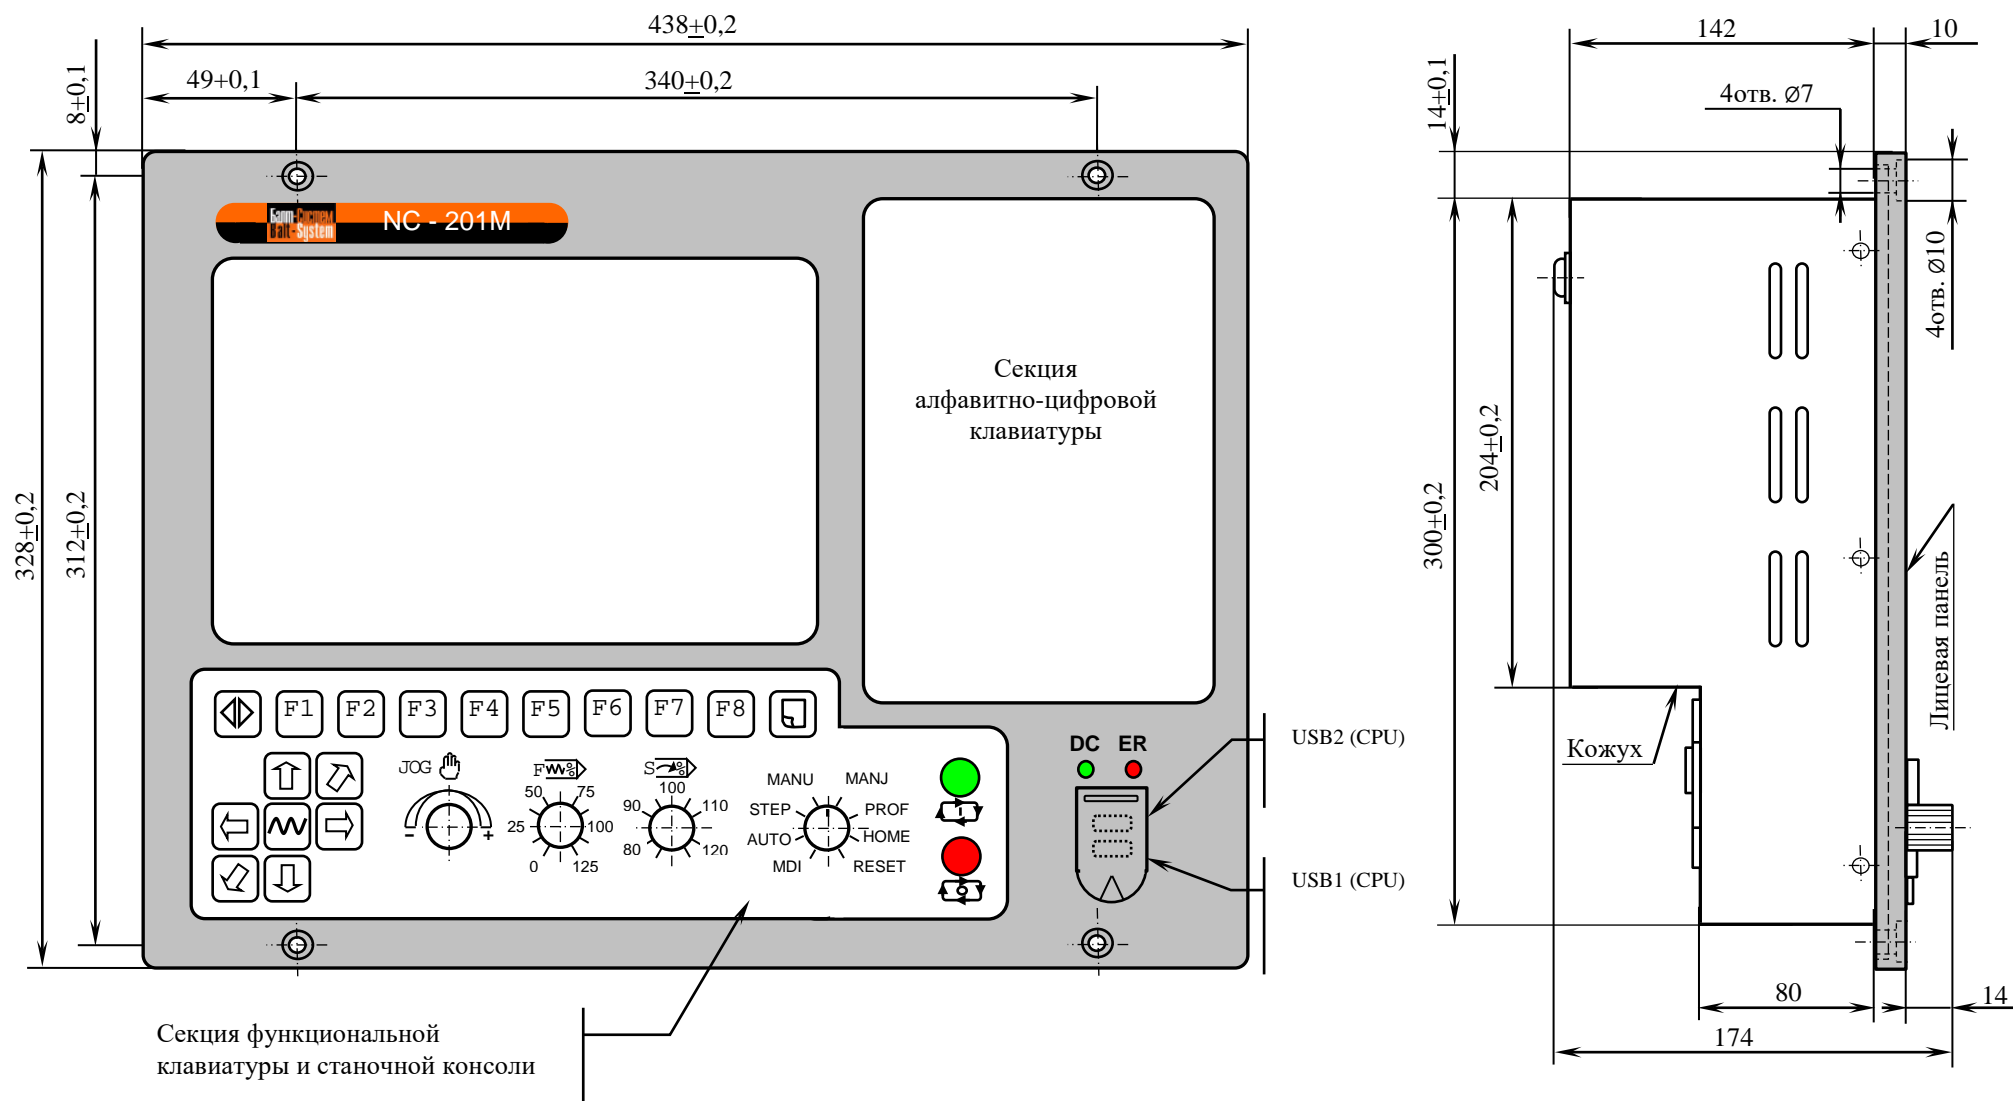

Рисунок 3.2 – Основные размеры УЧПУ NC-201M (основной вид и вид сбоку)
3.4.1 Комплект поставки УЧПУ соответствует разделу 4 Формуляра. Обязательный комплект поставки включает УЧПУ с установленной версией ПрО, комплект монтажных деталей, комплект эксплуатационной документации и **USB-FlashDisk 8Gb** с резервной копией версии ПрО. Для выхода в меню **USB-FlashDisk**, при включении или перезагрузке УЧПУ, нажимайте клавишу «+Z» на секции функциональной клавиатуры и станочной консоли, рисунок 3.2.